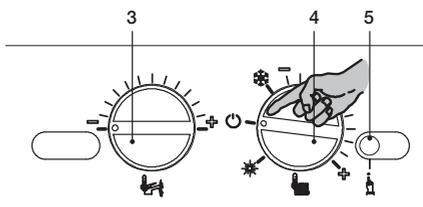

Рисунок 5.49
- Чтобы выйти из режима программирования, установите переключатель функций / регулятор температуры 4 так, как показано на рисунке (см. Рисунок 5.49).